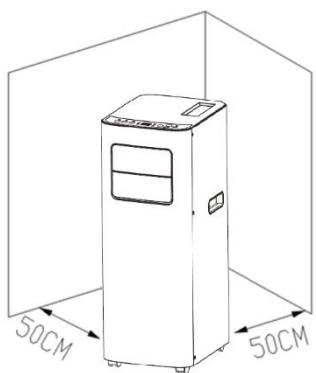

Fig. 1
- Coloque el aparato en una superficie nivelada, cerca de una toma de corriente adecuada, aunque manteniendo una distancia mínima de 50 cm con otros objetos (véase fig. 1).